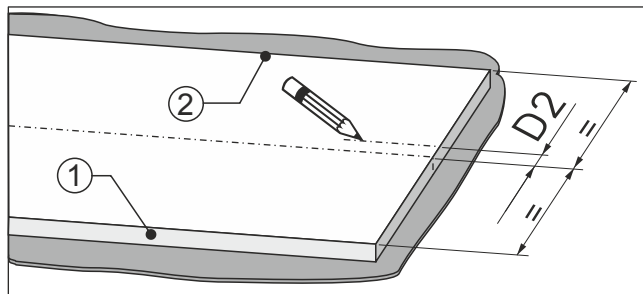

Fig. 96
- ▶ Od sredine fronte pohoštva izmerite mero Fig. 96 (D2) v smeri strani s tečaji vrat Fig. 96 (2).